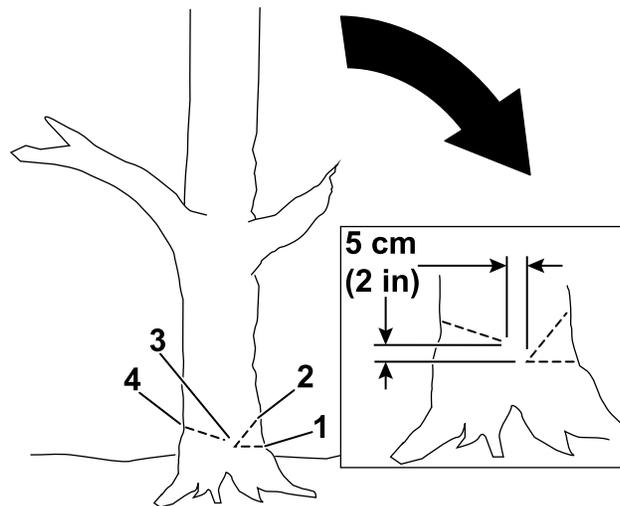

Figure 16
- Commencez par couper le tiers du diamètre de l'arbre, du côté où vous voulez qu'il tombe (Figure 16).
- Faites une deuxième coupe pour former une entaille, en commençant à au moins 5 cm au-dessus de la première coupe (Figure 16).
- Faites la coupe d'abattage du côté opposé à l'encoche, à peu près 5 cm plus haut que le bas de l'encoche, comme montré à la Figure 16.
Important: Arrêtez la troisième coupe 2,5 à 5 cm avant l'entaille pour former une charnière entre les coupes (Figure 16), ce qui empêche l'arbre de s'abattre dans la mauvaise direction ou de pivoter dans sa chute.
Remarque: Quand la coupe d'abattage se rapproche de la charnière (Figure 16), l'arbre devrait commencer à tomber.